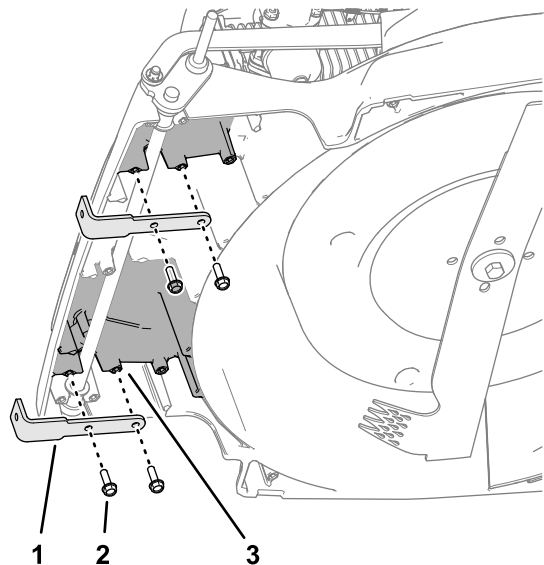

Figura 8
1. Allineate i fori nella staffa inferiore della spazzola con i fori nel supporto della spazzola per grooming del piatto di taglio come mostrato nella Figura 8.
2. Fissate la staffa inferiore della spazzola al supporto della spazzola per grooming (Figura 8) con 2 viti autofilettanti a testa flangiata (6 x 20 mm).